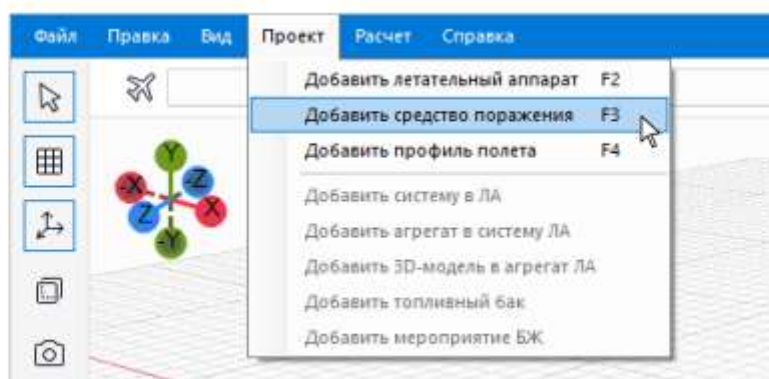

Рисунок 7.2.2
- выполнив команду ***Проект → Добавить средство поражения*** (см. Рис. 7.2.2);